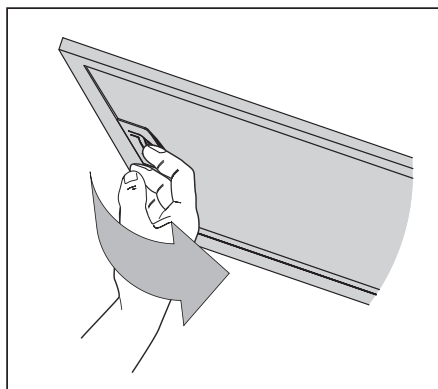

Рис. 5
Для снятия алюминиевого фильтра следует открыть откидную панель, нажать на пружинный замок на фильтре и, потянув на себя и вниз, снять фильтр (рис. 5).
- Снимите алюминиевый жироулавливающий фильтр (см. рис. 5).